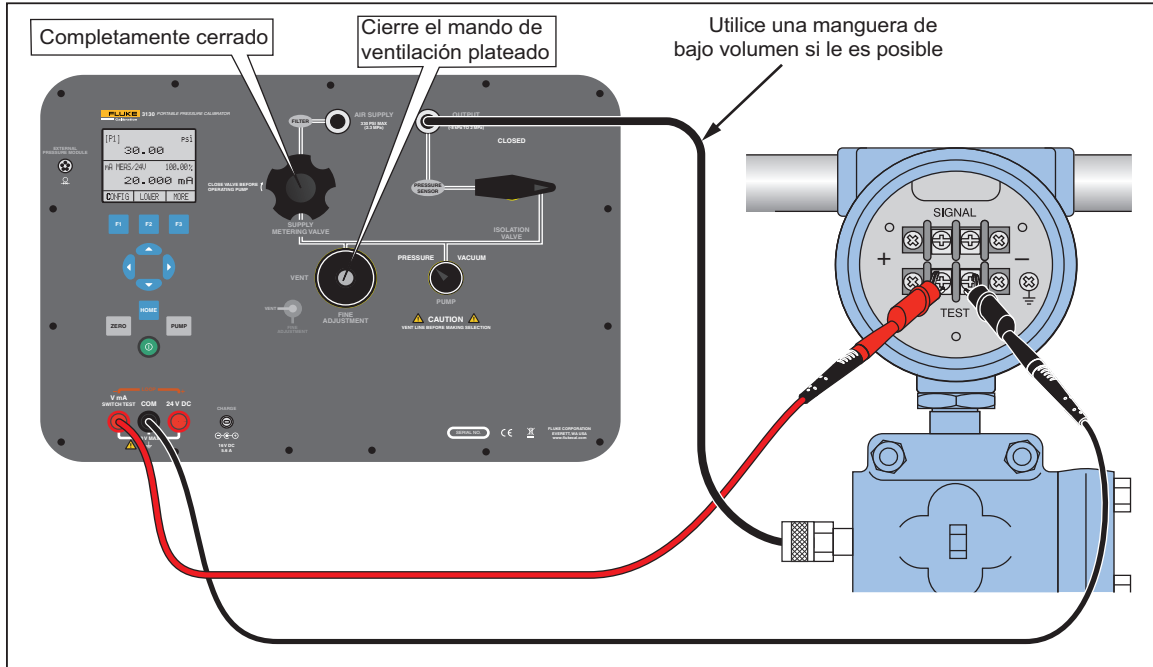

Figura 26. Calibración de un transmisor de presión a corriente
4. Asegúrese de que el valor de lectura es correcto. Si no lo es, deberá ajustar el transmisor. Consulte la figura 26.